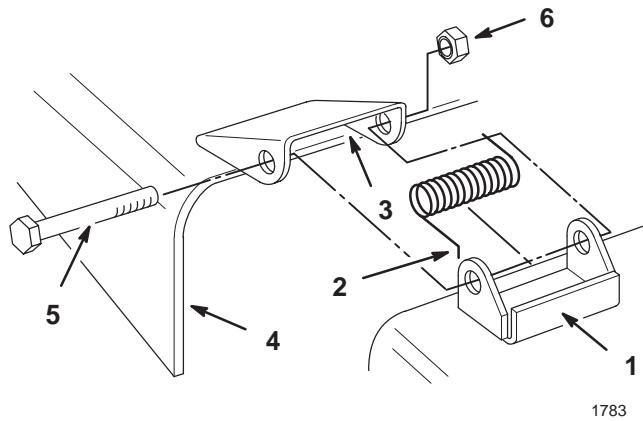

Figure 2
- Placez les ressorts dans les supports du plateau de coupe, les extrémités crochues engagées sur la partie arrière surélevée (Fig. 2).
- Placez le déflecteur en face des trous des supports et des extrémités droites des ressorts dans l'espace sous la charnière et au-dessus du déflecteur (Fig. 2).
- Passez les boulons dans le déflecteur, les ressorts et les supports pour fixer le déflecteur au support. Fixez l'ensemble avec les contre-écrous (Fig. 2).